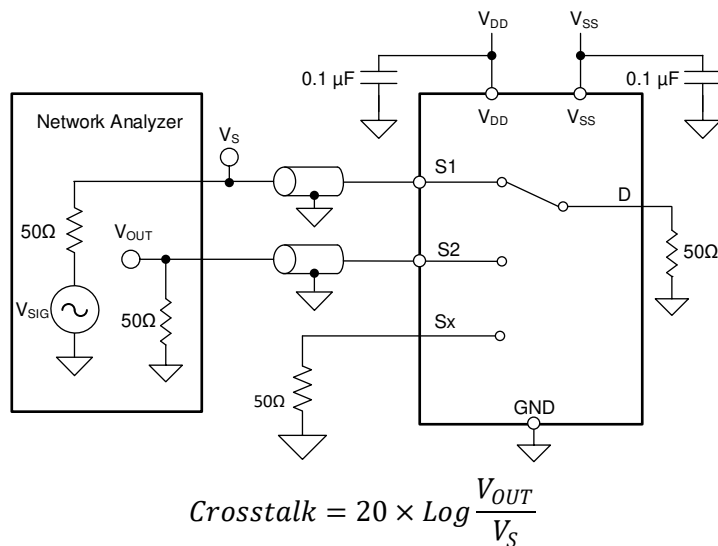

图 7-11. 串扰测量设置
串扰定义为不同通道的漏极引脚 (D) 处的信号与导通通道的源极引脚 (Sx) 上施加的信号之比。图 7-11 展示了用于测量串扰的设置和用于计算串扰的公式。